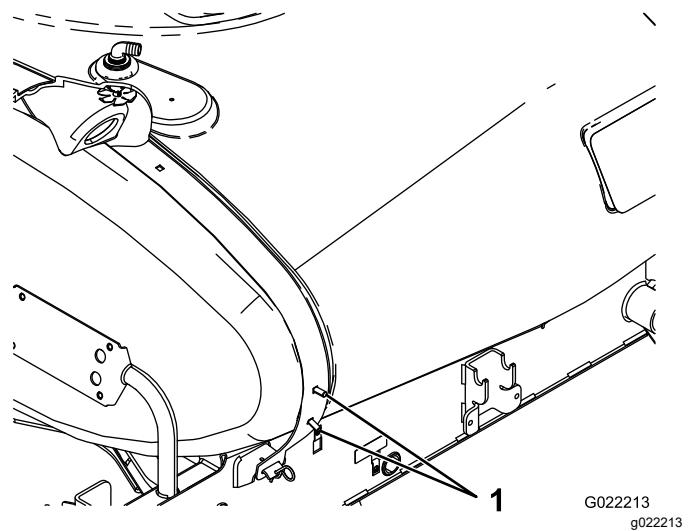

図 7
- タンク固定用後部ベルトの右側の内側の下の穴にキャリッジボルト2本を取り付ける図7。